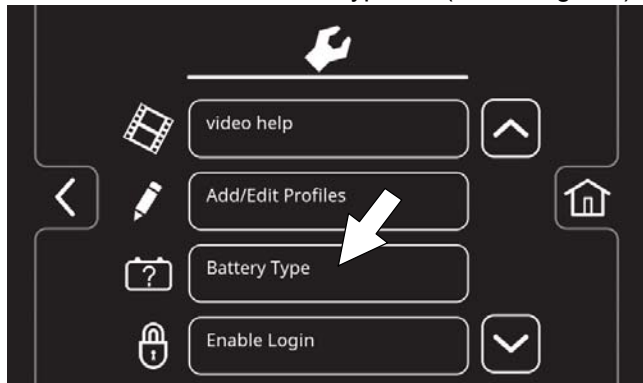

ABB. 126
3. Drücken Sie die Batterietypaste (Abbildung 126).